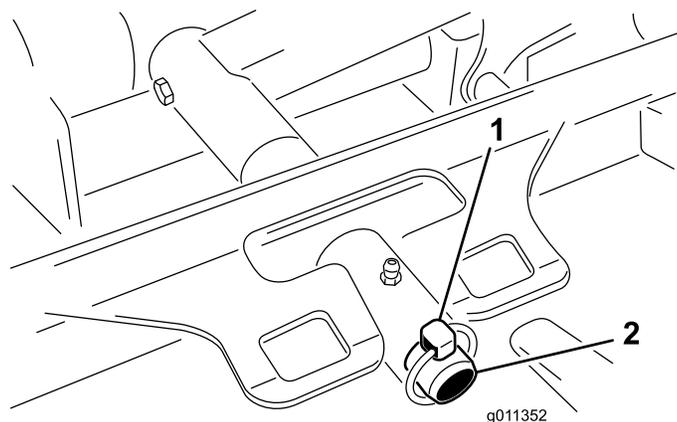

Figura 85
3. Retire o pino de sujeição ou porca de bloqueio (apenas GM 4700) que fixa a estrutura de suporte da plataforma ao pino da articulação do braço de elevação (Figura 85).
3. Deslize a estrutura de suporte da plataforma até que esta fique sobre o pino da articulação do braço de elevação. Prenda com o pino de sujeição ou porca de bloqueio (apenas GM 4700) (Figura 85).